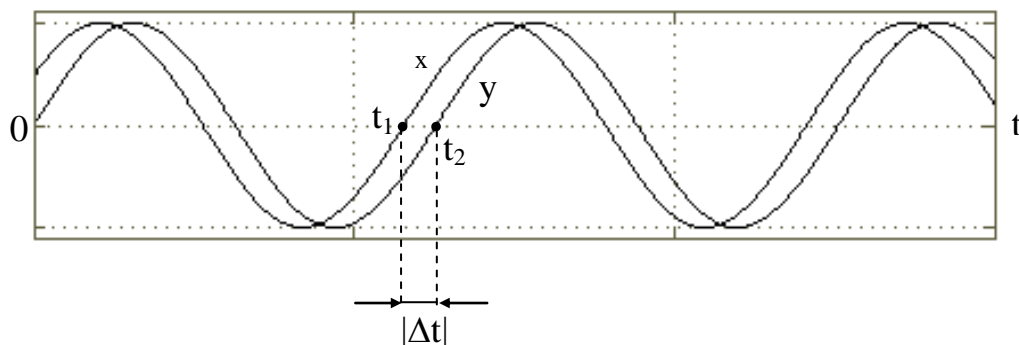

Рис.5.2. Определение временного сдвига:
7) Определите временной сдвиг между выходным и входным сигналами. Его можно определять как временной отрезок между пересечениями выходной и входной синусоидой уровня нуля (в одном направлении) или между точками их максимумов (рис.5.2):